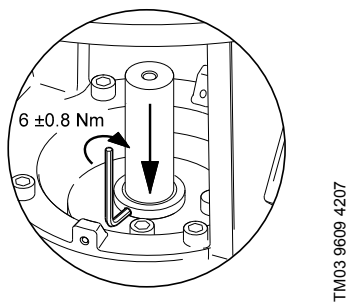

Рис. 6 Затягивание винтов
6. Запрессовать вал насоса (поз. 51) до упора и зафиксировать уплотнение вала (поз. 105/105а) с помощью трёх винтов. Смотри рис. 6.